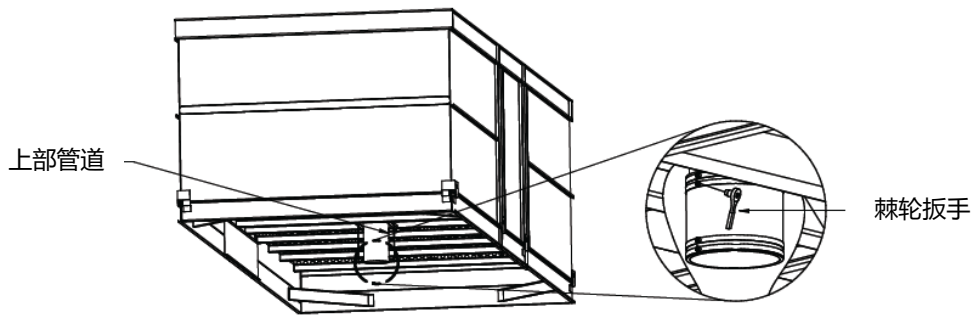

图8 - 箱体段的底部进水管
4. 拧紧所有管道夹（每个水盘配备四个管道夹：其中两个在上部）。推荐使用棘轮扳手（如图8所示）。